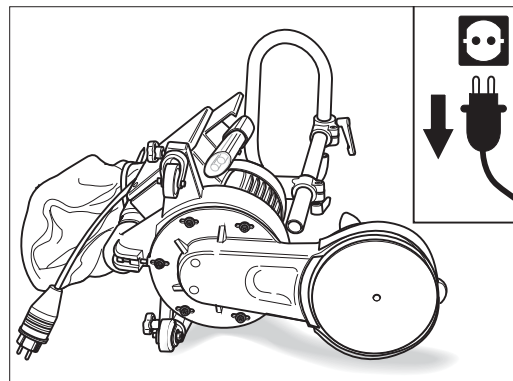

Abb. 44: Die UNICO nur auf die **linke** Seite legen.
Legen Sie die UNICO **immer** auf die **linke** Seite (Abb. 44)! Dadurch vermeiden Sie Beschädigungen am Boden.
- Legen Sie die UNICO **immer** auf die **linke** Seite (Abb. 44)! Dadurch vermeiden Sie Beschädigungen am Boden.